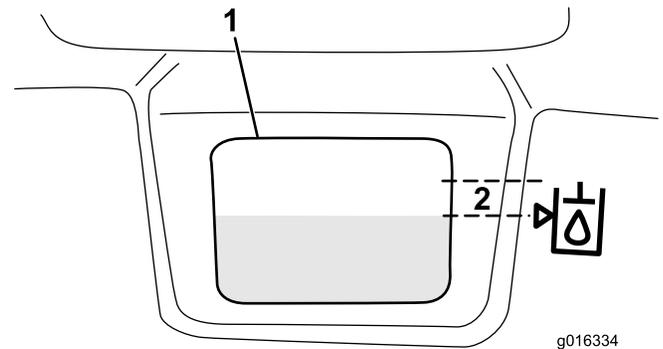

図 31
3. 油圧オイルタンクに、適切な油圧オイルを入れるオイルの高さが、油圧オイルタンクの前側面についている確認窓の横にある矢印から6mm以内に入るまで入れる 図 31。入れすぎないこと。